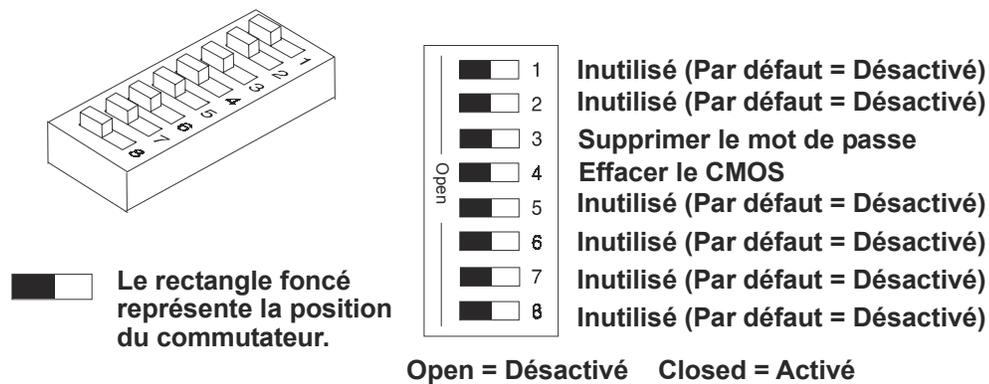

Figure 6-1. Position des commutateurs de configuration
3. Placez le commutateur de configuration 3 de la carte système (étiqueté "Clear Password") en position ON. Voir Figure 6-1.